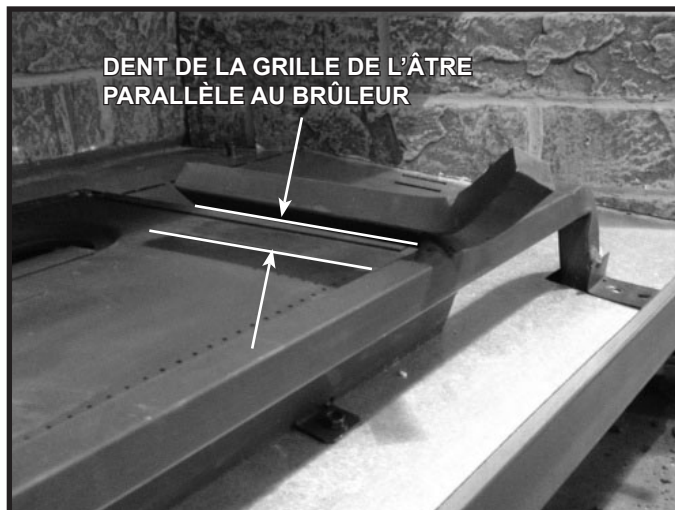

Figure 11.2 Dent de la grille de l'âtre parallèle au brûleur (Appareil montré avec des réfractaires optionnels installés)
- Inspectez la grille avant d'installer les braises, les bûches et les pierres de lave. La dent droite de la grille de l'âtre devrait être parallèle au brûleur. Voir la figure 11.2. Si la grille n'est pas parallèle au brûleur, contactez votre détaillant.